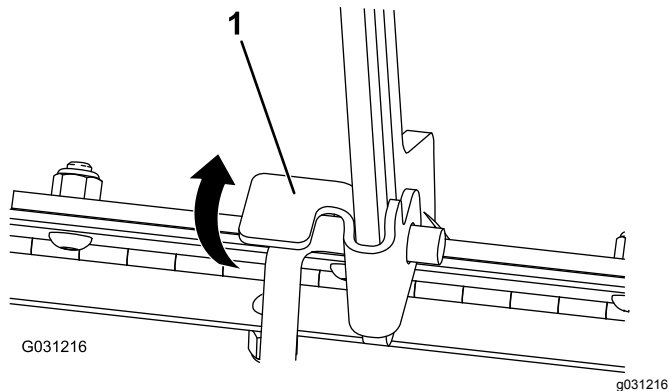

Рисунок 35
1. Приподнимите лапку, которая крепит опорную стойку (Рисунок 35)